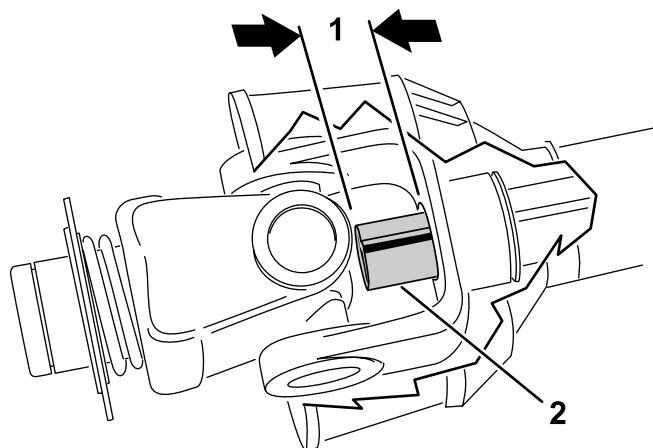

Figura 16
9. Fate scorrere completamente insieme i tubi dell'albero della PDF. Verificate che il tubo **interno** non sporga nella sezione trasversale e nel cuscinetto del tubo esterno (Figura 16). In questo caso, è necessario tagliare una parte **maggiore** del tubo interno. Procedete con il passaggio successivo.
10. Misurate la sporgenza del tubo interno nella sezione trasversale e nel cuscinetto del tubo esterno (Figura 16). Aggiungete questo valore alla dimensione indicata alla fase 8.